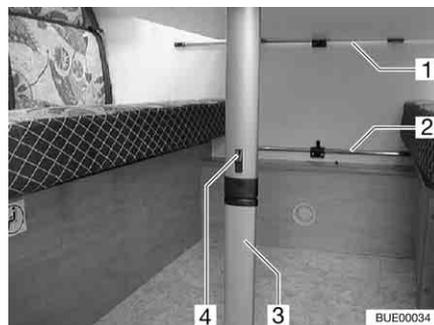

Fig. 62 Mesa colgante con pata articulada
- Correr el bloqueo (Fig. 62,4) hacia el tablero de mesa.
- Abatir 90° la parte inferior de la pata (Fig. 62,3).
- Desenganchar la mesa colgante del riel de enganche superior (Fig. 62,1).
- Enganchar la mesa colgante en el riel de enganche inferior (Fig. 62,2) y situar en la articulación de la pata de la mesa.